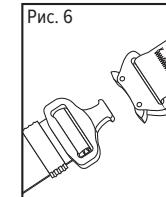

Рис. 6
- все лямки отрегулированы (способы регулировки показаны на рис. 6–12), натяжение лямок не допустимо, если между телом работника и лямками свободно проходит кулак;
### СОЕДИНЕНИЕ ПРЯЖЕК НАБЕДРЕННЫХ ЛЯМОК И ПОЯСНОГО РЕМНЯ (рис. 6–8)